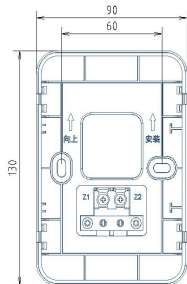
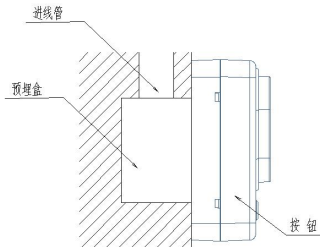

图2 按钮底座尺寸
图3 按钮安装方式
- 4、按钮安装时需要先安装底座，底座尺寸见图 2，从底座的进线孔中穿入电缆并接在相应的端子上，再将按钮按入按钮底座中即可。安装示意图见图 3。